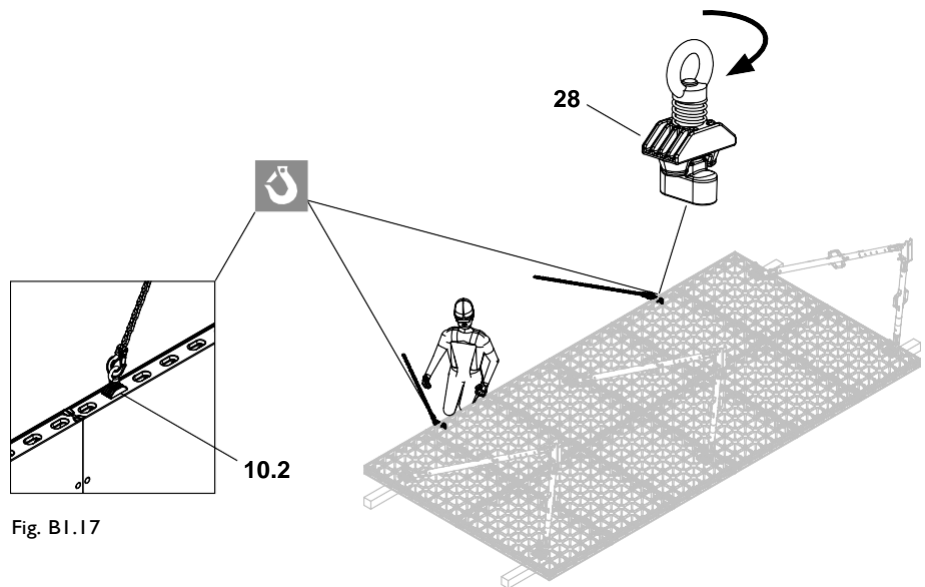

Fig. B1.17
1. Вкарайте монтажната халка DUO (28) в жлеба на елемента (10.2) натиснете и завъртете на 90°. Могат да се преместват до 12 елемента. (Fig. B1.17)